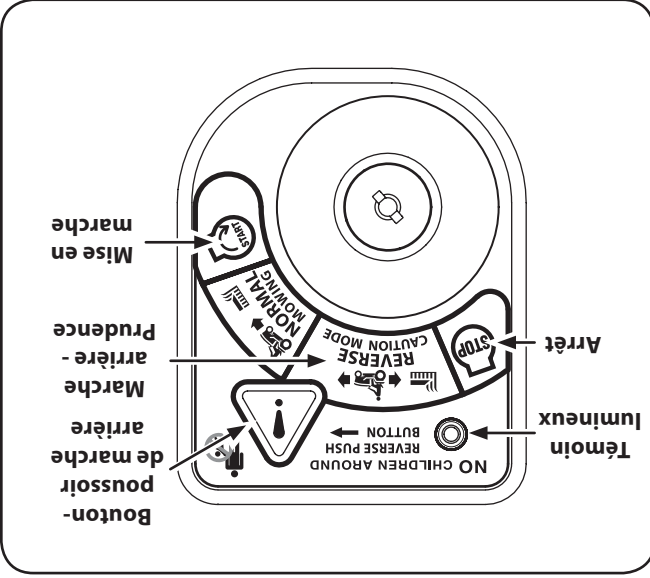

Figure 5-2
2. Déplacez la clé de la position « NORMAL MOWING » (Verte) (Tonte normale) à la position « REVERSE CAUTION MODE » (Jaune) (Marche arrière - Prudence). Voir la Figure 5-2.
3. Appuyez sur le BOUTON-POUSSOIR DE MARCHÉ ARRIÈRE (Bouton triangulaire orange) dans le coin supérieur droit du module d'allumage. Le témoin lumineux rouge dans le coin supérieur gauche s'allume quand la marche arrière est embrayée. Voir la Figure 5-2.